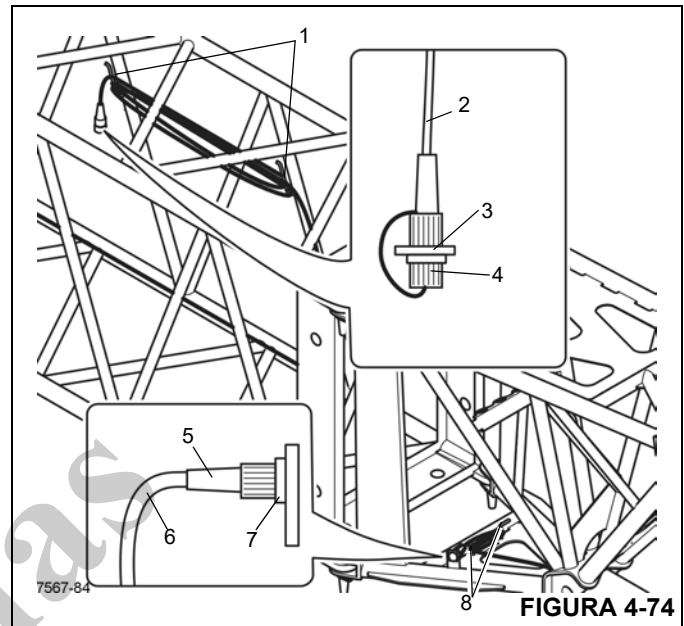

FIGURA 4-74
1. Remova o plugue de interconexão (5) (Figura 4-74) do terminal (3) e conecte ao soquete falso (7).
2. Enrole o cabo (6) no suporte (8).
3. Instale a tampa de proteção no terminal (3).
4. Enrole o cabo (2) no suporte (1).